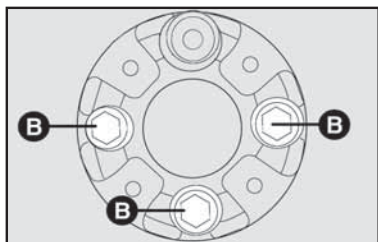

fig. 9
5) Solte os 3 parafusos **B-fig. 9**, usando a chave de roda e girando-a no sentido anti-horário.